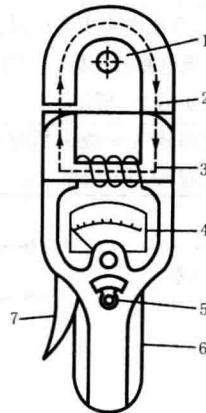

图 1-4 钳形电流表
(3) 钳形表主要用于在不断开线路的情况下直接测量线路电流。它具有一个特殊的结构,即有一块可张开和闭合的活动铁芯,如图 1-4 所示。